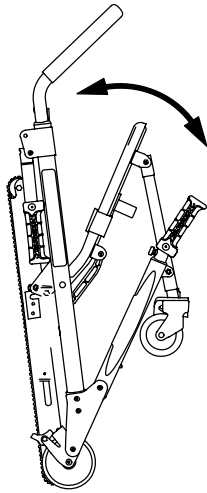

Figura 1 – Despliegue de la silla
3. Separe el respaldo y el mango de extensión (Figura 1).